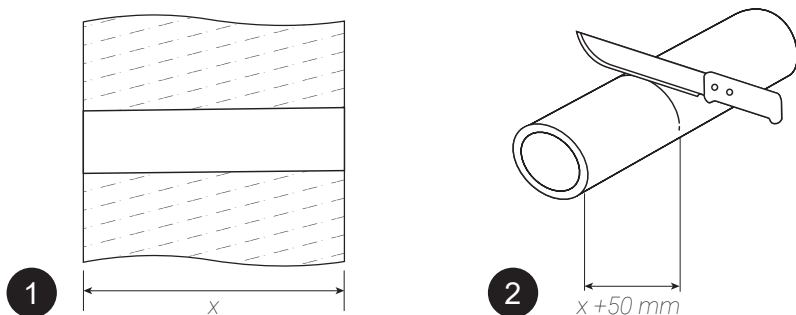

Рисунок 4.3 – Подготовка теплоизоляционной трубы к установке в канал воздуховода
4.2.4. Подготовьте теплоизоляционную трубу длиной, равной глубине канала воздуховода с запасом не менее 50 мм (рис. 4.3, поз. 1 и 2). Для утепления канала рекомендуется использовать трубу из вспененного полиэтилена марки Тилит Супер или его аналоги с внутренним диаметром 89 мм и толщиной стенки до 20 мм.